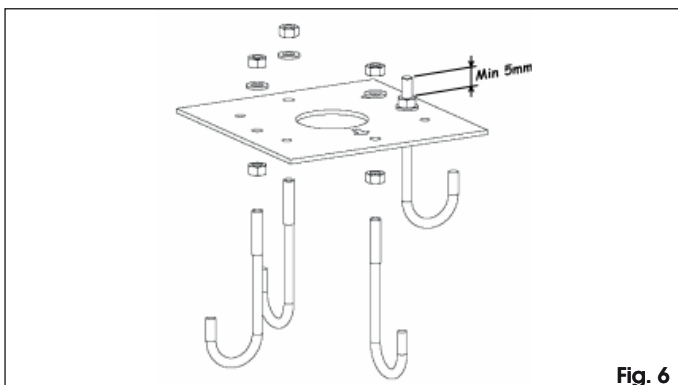

Fig. 6
1. Assembler la plaque de fondation d'après la Fig. 6.